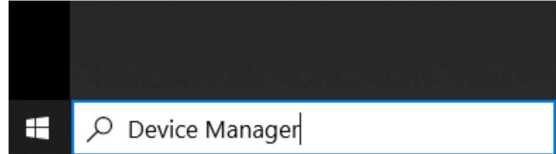
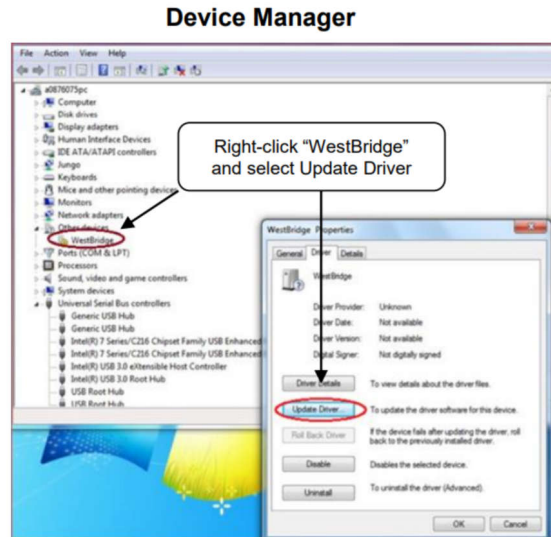

图 3-5. 使用设备管理器更新驱动程序
图 3-6. 打开设备管理器
3. 打开 Windows® 设备管理器 (如图 3-5 所示)，然后在“设备管理器”窗口中右键单击 WestBridge 文件夹，然后选择“更新驱动程序”按钮 (请参阅图 3-6)。